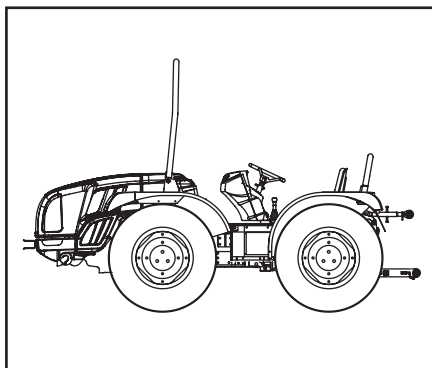

Fig. 2.1
- Telaio di sicurezza deve sempre essere montato in posizione di protezione (Fig. 2.1). Si raccomanda di disporre di cinture di sicurezza secondo le norme legislative in vigore nei vari mercati.